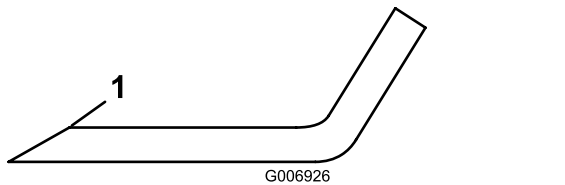

**Figure 73**
3. Examinez attentivement les tranchants de la lame, particulièrement au point de rencontre de la partie plane et de l'ailette (Figure 73).